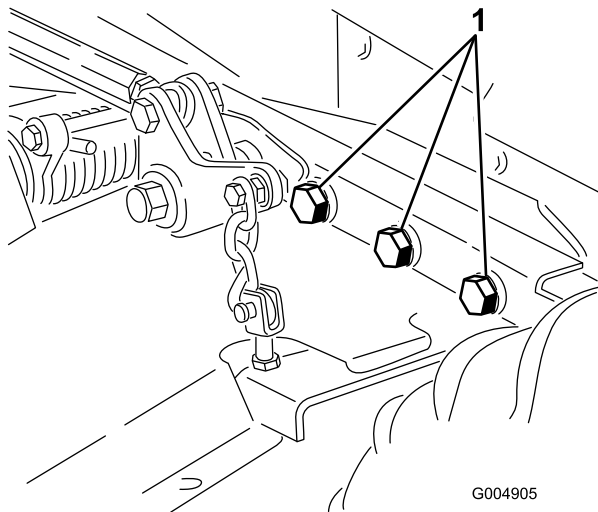

Figure 80
4. Vérifiez le serrage de toutes les fixations et resserrez-les au besoin. Serrez tout particulièrement les 6 boulons qui fixent le châssis du plateau de coupe au groupe de déplacement (Figure 80) à 359 Nm.